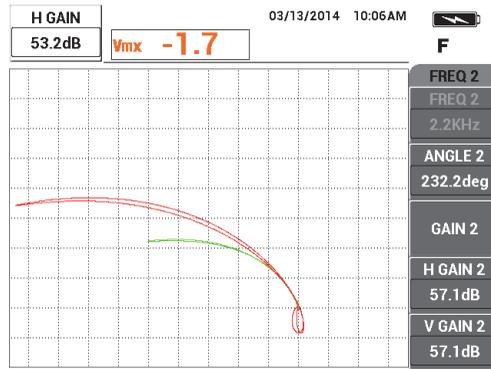

Рис. 5-123 Настройка горизонтальной амплитуды сигнала частоты 1
13. Дважды нажмите клавишу GAIN (**dB**), уменьшите горизонтальную амплитуду сигнала частоты 1 (зелен.) так, чтобы она находилась на 5 делений слева от нулевой точки (см. Рис. 5-123 на стр. 228).